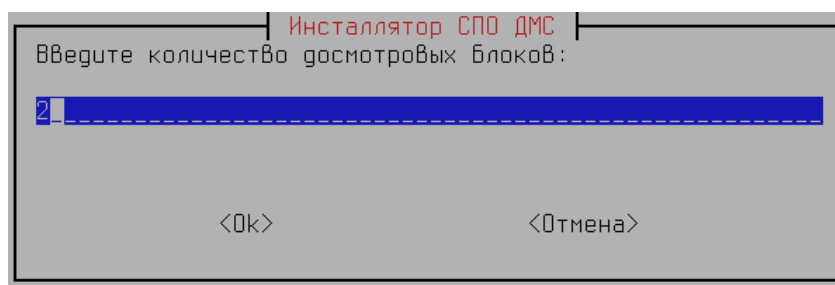

Рисунок 13 — Ввод количества досмотровых блоков
1) Один сервер оборудования (вычислитель) и один АРМ-О с функцией вычислителя могут поддерживать от одного до четырех проездов одновременно. При этом на каждый устанавливается отдельный досмотровый блок. Необходимо ввести количество досмотровых блоков. В примере введено 2 досмотровых блока (Рисунок 13):